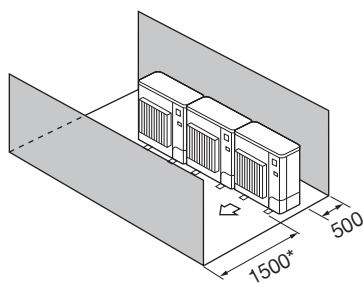

Fig. 2-15
- ④ มีสิ่งกีดขวางที่ด้านหน้าและด้านหลังเท่านั้น (Fig. 2-15)